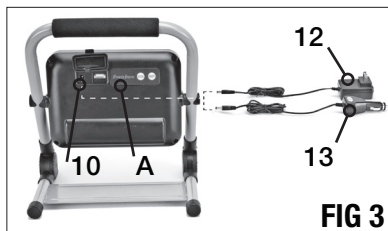

FIG 3
CHARGER/RECHARGER LA LAMPE DE TRAVAIL (FIG 3)
2. Brancher l'chargeur de courant c.a. 120 V et la lampe de travail comme montré à la FIG. 3.
3. Brancher la prise de l'chargeur de courant c.a. dans une prise de courant standard de 120 V/60 Hz pour commencer à charger la pile. Un voyant rouge "Powersmith" logo (A) indique la charge est en cours. Le logo "PowerSmith" devient vert lorsque la charge est terminée.
2. Brancher l'chargeur pour voiture de 12 V c.c. (13) et la lampe de travail comme montré à la FIG. 3.
3. Brancher la prise 12 V c.c. dans la prise d'accessoires d'un véhicule ou toute autre prise de courant c.c. de 12 volts pour commencer à charger la pile. Un voyant rouge "Powersmith" logo (A) indique la charge est en cours. Le logo "PowerSmith" devient vert lorsque la charge est terminée.